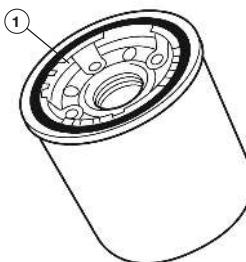

Рис. 51 Кольцо уплотнительное
7. Смахьте уплотнительное кольцо нового масляного фильтра тонким слоем моторного масла (Рис. 51).